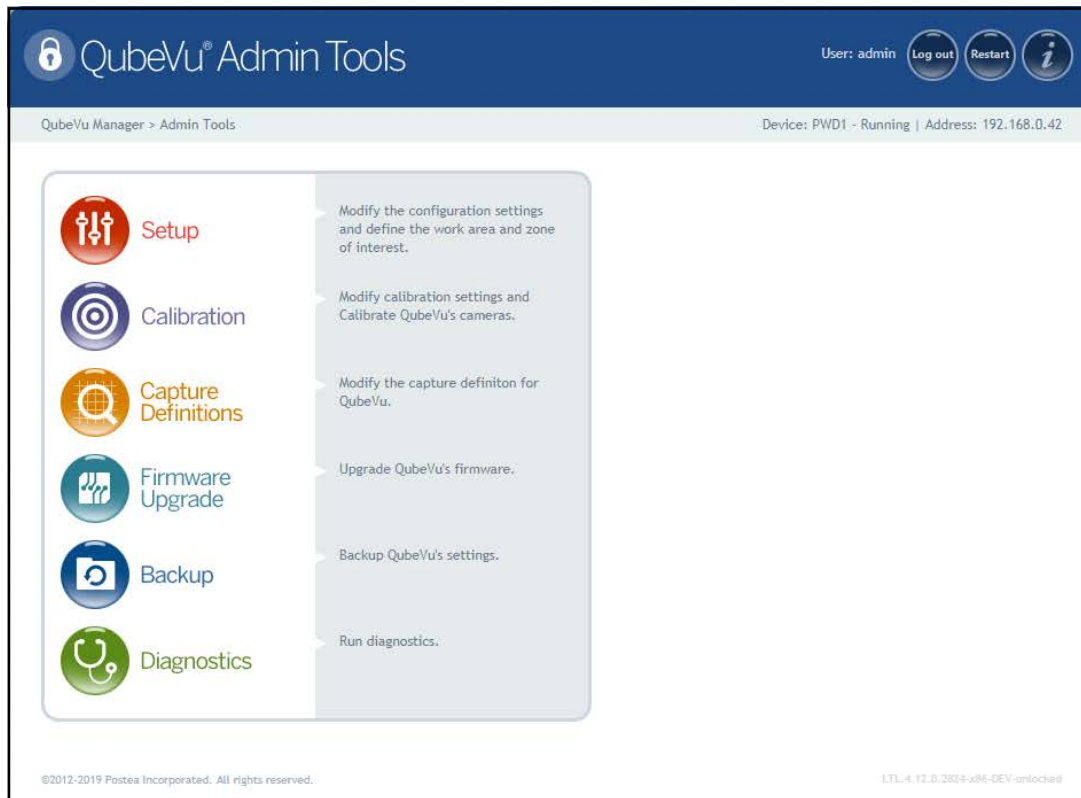

Figura 2-2. Menú de herramientas de administración
3. Pulse  **Setup** en el menú **Admin Tools** (Figura 2-2 en la página 9) para entrar en el menú **Setup**.